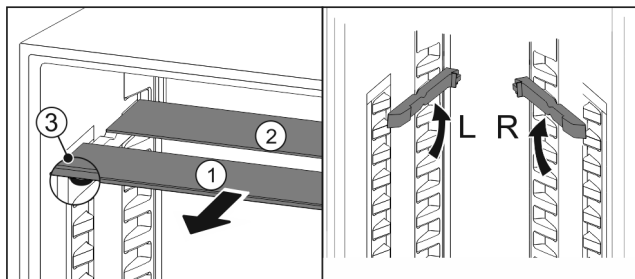

Fig. 91
- Trekk glassplatene enkeltvis fremover og ut Fig. 91 (1).
- ▷ Glassplate Fig. 91 (1) med pyntelist ligger foran.
- ▷ Stoppere Fig. 91 (3) peker nedover.